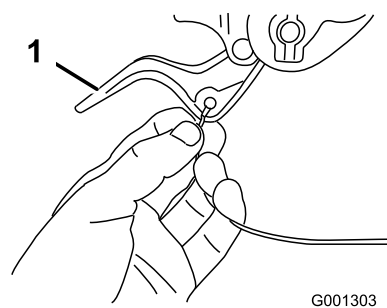

Figura 6
2. Encaminhe a extremidade esquerda ou direita do cabo sobre o manípulo inferior e insira a extremidade do cabo no furo na alavanca correspondente da embraiagem da roda (Figura 6).